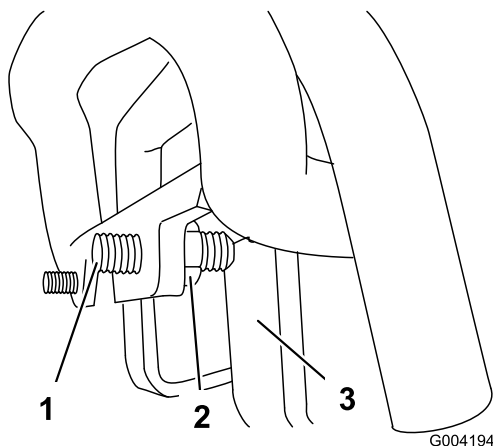

Figura 54
3. Si la máquina se desvía a la **izquierda**, afloje la contratuerca de la **derecha** y ajuste el tornillo de fijación de desplazamiento en la parte delantera del control de tracción (Figura 54).
4. Si la máquina se desvía a la **derecha**, afloje la contratuerca de la **izquierda** y ajuste el tornillo de fijación de desplazamiento en la parte delantera del control de tracción (Figura 54).